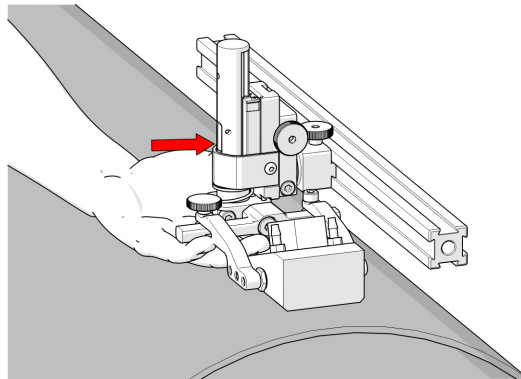
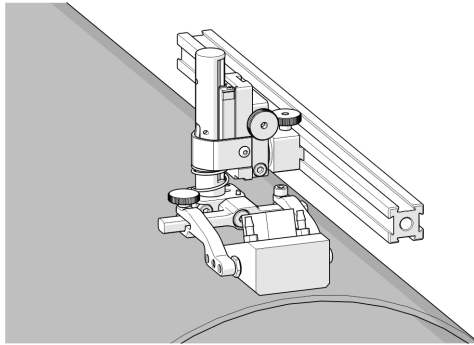

Abbildung 2-79 Drücken des Verriegelungsknopfes
Abbildung 2-80 Absenken auf die Scanfläche
4. Heben Sie den Bügel leicht an und drücken Sie den Verriegelungsknopf (siehe Abbildung 2-79 auf Seite 101); senken Sie ihn langsam in Richtung der Scanfläche ab, um Federdruck auf den Keil auszuüben (siehe Abbildung 2-80 auf Seite 102).